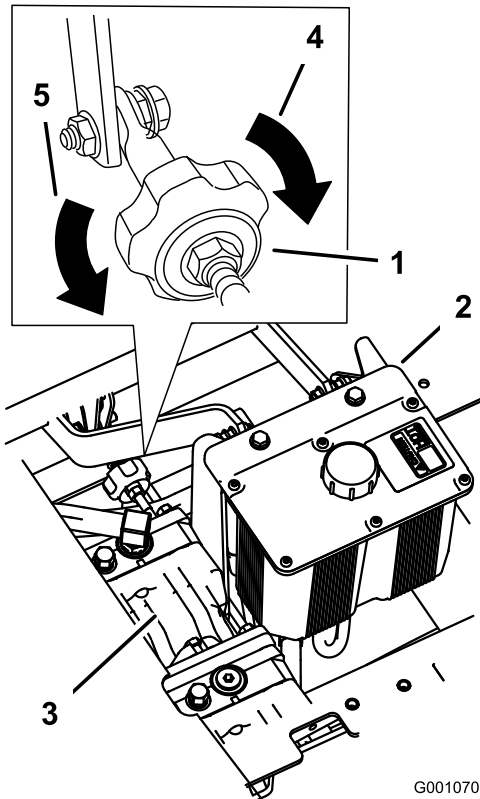

Figura 90
2. Ajuste la longitud de la varilla de la bomba girando el pomo, en el sentido apropiado, hasta que la rueda quede estacionaria o se mueva muy lentamente en marcha atrás (Figura 90).